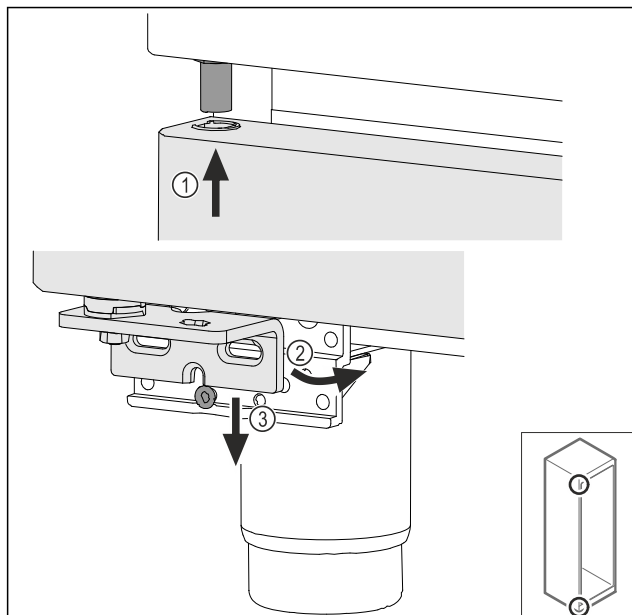

Fig. 39
- ▶ Nałożyć lekko przechylone drzwi Fig. 39 (1), ustawić drzwi prosto Fig. 39 (2) i założyć od dołu na śrubę płytki zawiasu Fig. 39 (3).